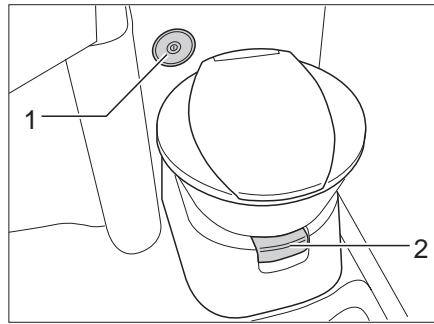
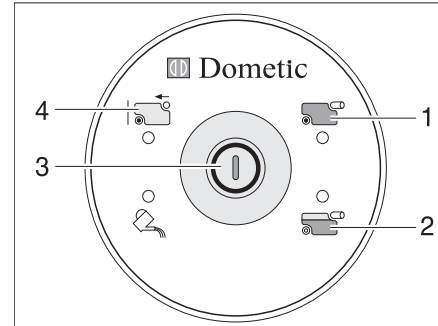

Bild 263 Toilettenschüssel mit Kontroll- und Bedieneinheit
Bild 264 Kontroll- und Bedieneinheit Toilette
Vor der Benutzung der Toilette etwas Wasser in die Toilettenschüssel laufen lassen. Dazu den Spülknopf (Bild 264,3) an der Kontroll- und Bedieneinheit (Bild 263,2) drücken.
- Vor dem Spülen den Schieber der Toilette öffnen. Dazu den Schieberhebel (Bild 263,1) herausziehen.
- Zum Spülen den Spülknopf (Bild 264,3) drücken.
Die Kontroll-Leuchte (Bild 264,2) leuchtet, wenn der Fäkalientank zu 3/4 gefüllt ist.
Die Kontroll-Leuchte (Bild 264,1) leuchtet, wenn der Fäkalientank entleert werden muss.
- Den Schieber öffnen. Dazu den Schieberhebel (Bild 263,1) herausziehen.
- Den Schieberhebel (Bild 263,1) hineindrücken. Der Schieber wird geschlossen. Zum Entleeren **muss** an der Toilette der Schieber geschlossen sein.
- Fäkalientank entnehmen und entleeren, wie in den Abschnitten 11.8.4 und 11.8.5 beschrieben. An der Kontroll- und Bedieneinheit leuchtet die Anzeige "Fäkalientank entnommen" (Bild 264,4).